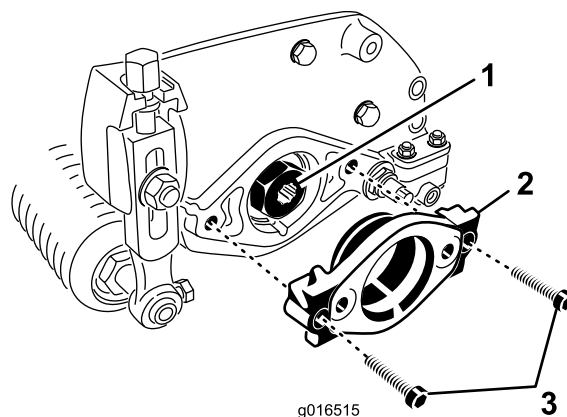

Figure 8
- Retirez les 2 vis Allen qui fixent le support du moteur au côté gauche du plateau de coupe. Déposez le support du moteur (Figure 8).
- Appliquez de la graisse à l'intérieur de la cannelure d'entraînement (Figure 8).
- Sur le côté gauche du plateau de coupe, enduisez le joint torique d'une fine couche d'huile et posez le support du moteur avec les 2 vis Allen retirées précédemment (Figure 8). Serrez les vis à un couple de 16 à 20 Nm.